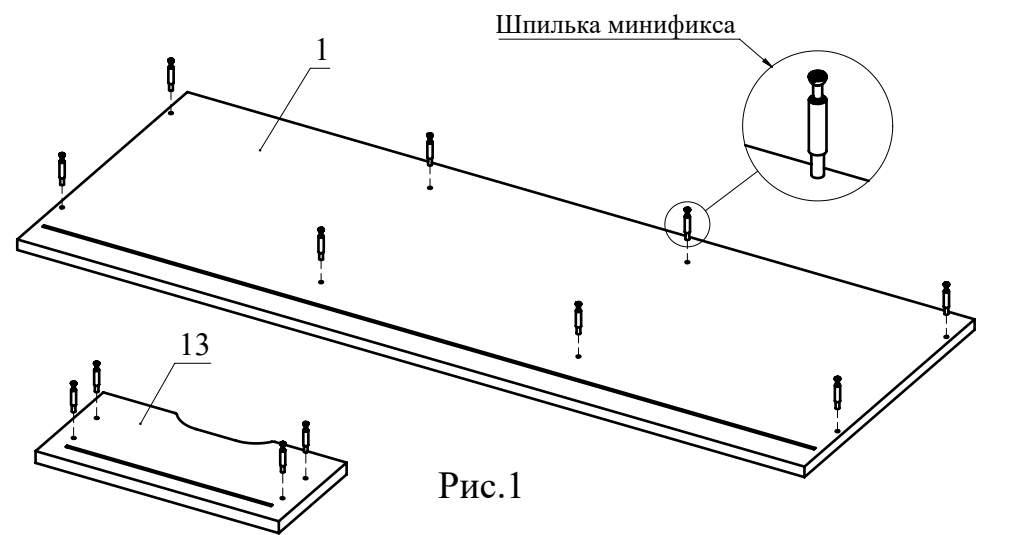

Рис.1
1. Вкрутите шпильки минификсов в детали 1, 13 (Рис. 1).